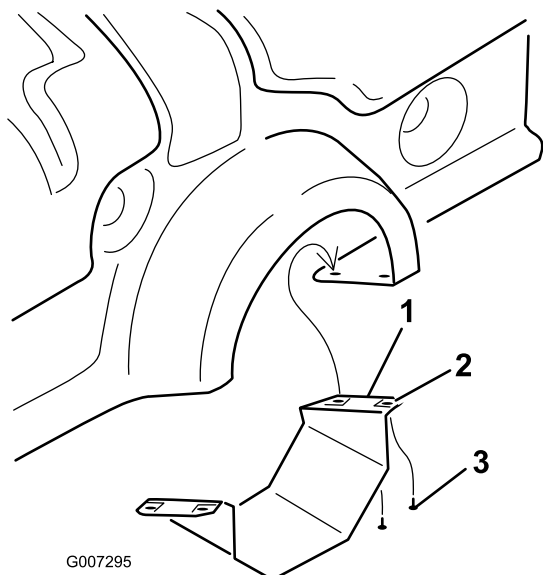

Figure 7
1. Sur le ProCore 864 uniquement, déposez la protection inférieure de PDF (Figure 7).